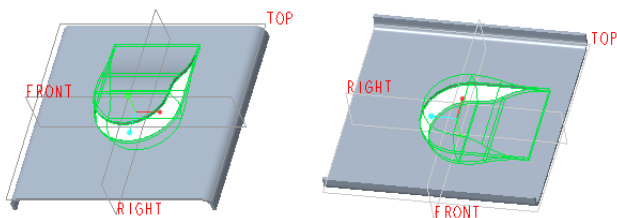

图 2-43 创建具有排除面的凹模成型特征
(9) 在功能区的“凹模”选项卡中单击  (完成) 按钮, 结果如图 2-43 所示。